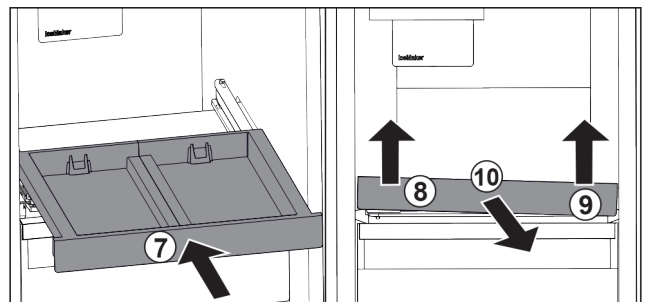

Fig. 20
- ▶ Uitschuifpateau erin schuiven. Fig. 20 (7)
- ▶ Uitschuifpateau linksvoor optillen. Fig. 20 (8)
- ▶ Uitschuifpateau rechtsvoor optillen. Fig. 20 (9)
- ▶ Uitschuifpateau er naar voren uitnemen. Fig. 20 (10)